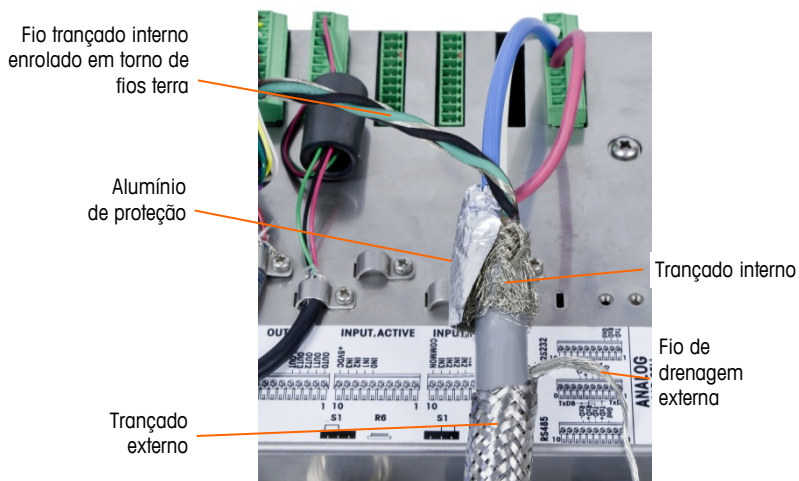

Figura 2-67: Cabo centro do POWERCELL PDX, gabinete para montagem de painel
- a. Deslize o trançado externo e dobre o trançado interno aparado e blindagem de folha de forma uniforme sobre a extremidade do revestimento de isolamento de cabo, como mostrado na Figura 2-67.